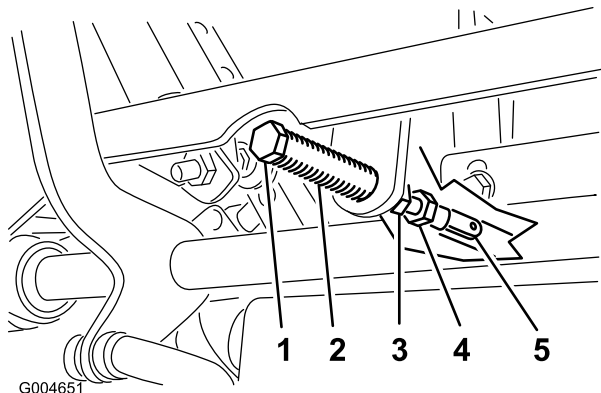

図 50
5. クレビスピンピボットシャフトの上のアームについているがスロットの端部に接触するスプリングに圧力が掛かり始める位置まで、図 50 のようにレバーを手前に引く。
7. 調整が必要な場合は、ジャムナットをゆるめて調整ナットをヨーク側に移動できるようにする 図 50。
8. コントロールレバーを軽く手前後退側に引きながら、調整ボルトを回して、コントロールレバーがちょうどニュートラルロック位置にくるように調整する 図 50。
9. ナットとジャムナット 図 50 を締め付ける。
10. ボールジョイント部でジャムナット(図 50)を締めつける。